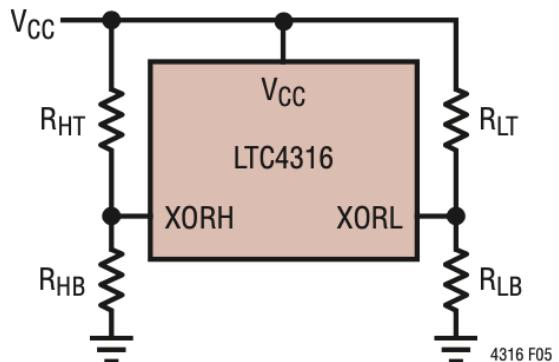

Abbildung 11: Translation Byte [9]
An jeden LTC4316 wird ein AS7261 oder AS72651 angeschlossen (SDAOUT, SCLOUT). Bei Kommunikation vom Raspberry Pi zum Sensor wird dann die I2C Adresse mit einem Faktor (Translation Byte), welcher mit diskreten Widerständen eingestellt wird mit Fomel (1) verrechnet, um so die Adresse anzupassen (XORH,XORL). Um das Translation Byte einzustellen müssen die Widerstände R_{HT} , R_{LT} , R_{HB} und R_{LB} wie in Abbildung 11 am LTC4316 angeschlossen werden.